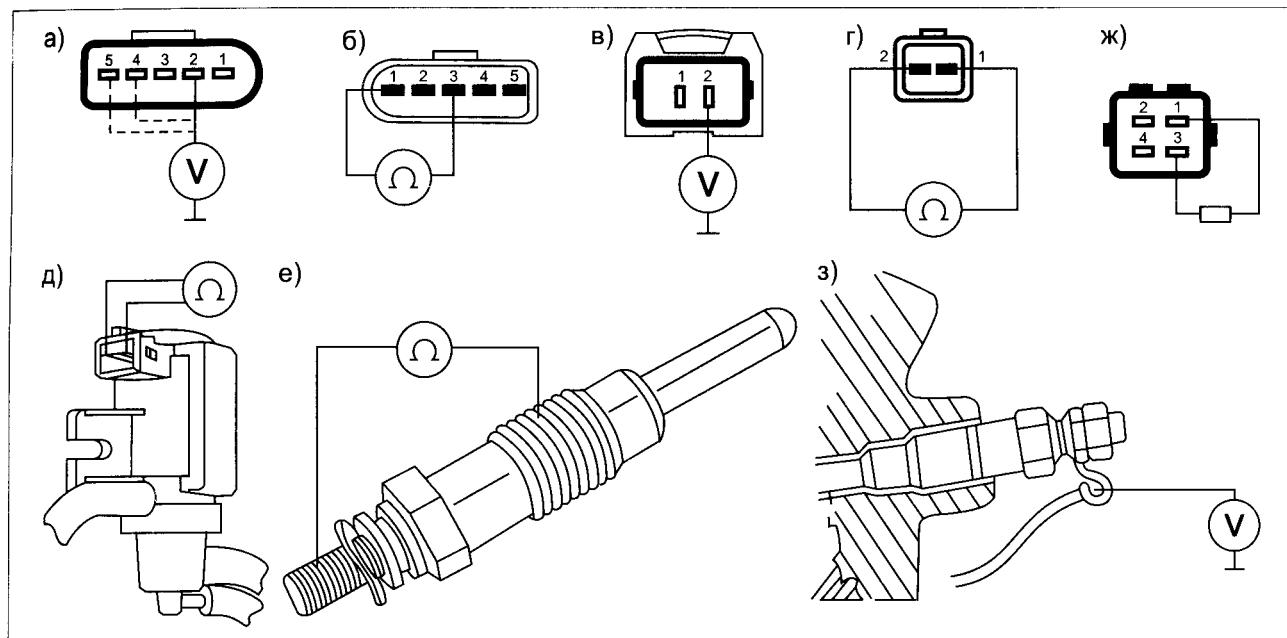

Рис. 10. Проверка компонентов впускной системы
- подключить разъем MAF датчика на место и включить зажигание, на контакте 4 должно быть около 5 В, а на контакте 5 – около 1 В (рис. 10а).
Датчик IAT встроен в корпус датчика MAF. Для его проверки необходимо отсоединить разъем датчика MAF и, смоделировав изменение температуры воздуха, проверить соответствие показаний датчика, как показано в табл. 3 (рис. 10б).
- отсоединить разъем IMACS-клапана и при включенном зажигании проверить наличие напряжения +12 В на контакте 2 разъема жгута, если оно равно нулю, проверить предохранитель F1, реле K46, замок зажигания и соответствующие соединения (рис. 10в);
- измерить сопротивление обмотки клапана, его величина должна быть в пределах 30...40 Ом (рис. 10г);
- отсоединить разъем клапана ТС и при включенном зажигании проверить наличие напряжения +12 В на контакте 2 разъема жгута, если оно равно нулю, проверить предохранитель F2, реле K46, замок зажигания и соответствующие соединения (рис. 10в);
- измерить сопротивление обмотки клапана, его величина должна быть в пределах 14...20 Ом (рис. 10д);
- выкрутить свечи накаливания из головки блока цилиндров и проверить их внутреннее сопротивление (рис. 10е), его величина должна быть около 0,3 Ом;
для имитации низкой температуры, между контактами 1-3 разъема включить резистор сопротивлением 6 кОм (рис. 10ж);
- включить зажигание и с помощью вольтметра проверить время предпускового подогрева, на шине свечей около 13 секунд должно быть напряжение около 9...12 В (см. рис. 10з). Если этого не происходит, проверить предохранитель F4, F6, реле K22, K46, замок зажигания и соответствующие соединения, при необходимости вернуться к проверке ECM.